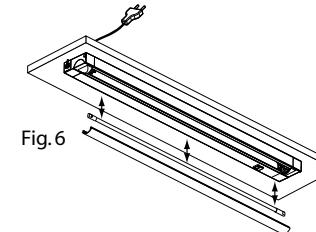

Fig. 6
9.1.3. Rimuovere lo schermo come da fig. 6
9.1.4. Tirare il tubo fluorescente da sostituire ed estrarlo dalla sua sede fig. 6.
9.1.5. Sostituire il tubo fluorescente con uno dalle analoghe caratteristiche, lampada fluorescente lineare 8-13W ø7mm att.W4.3x8.5d fig. 6.
9.1.6. Ricollocare lo schermo fig. 6.